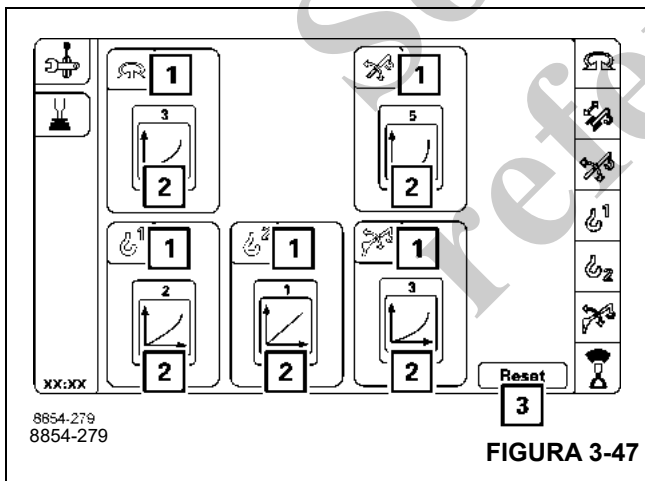

FIGURA 3-47
Los símbolos (2), (Figura 3-47), muestran las curvas características establecidas para las funciones de grúa (1), (Figura 3-47).
- Seleccione y confirme el símbolo (3), (Figura 3-47), para repositonar todas las funciones de grúa a la curva característica 1.